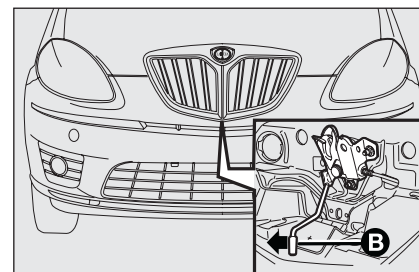

fig. 113
- ❑ spostare verso sinistra la levetta **B**-fig. 113 come indicato dalla freccia;